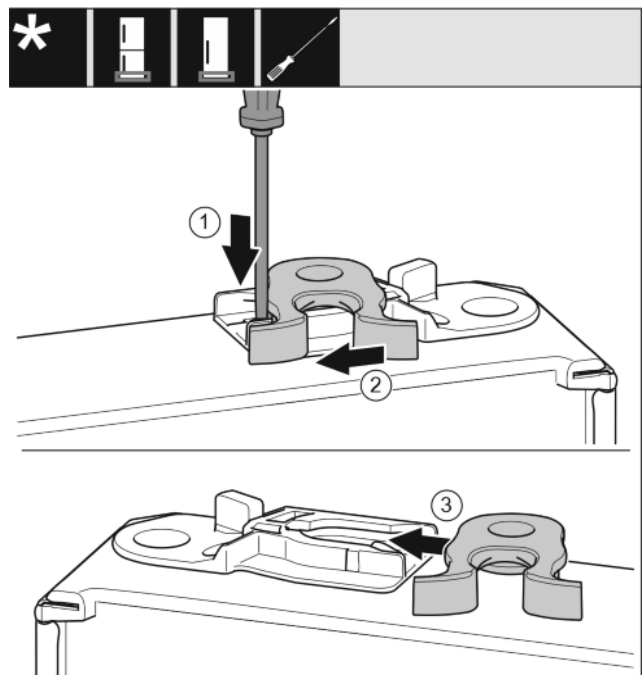

Fig. 16
- ▶ Lasche mit Schlitzschraubendreher nach unten drücken. *Fig. 16 (1)*
- ▶ Schließhaken aus Führung ziehen. *Fig. 16 (2)*
- ▶ Schließhaken auf anderer Seite in Führung schieben. *Fig. 16 (3)*